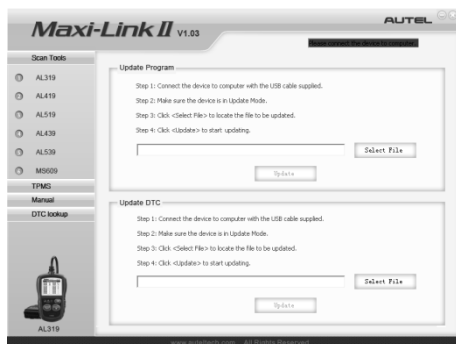

Figura 3.11
- 2) Ejecute MaxiLinkII Tool Kit en su computadora. (Figura 3.11)
- 5) Seleccione los programas a ser actualizados en su computadora. Hay dos tipos de programas: sistema operativo y biblioteca de DTC. (Figura 3.11)